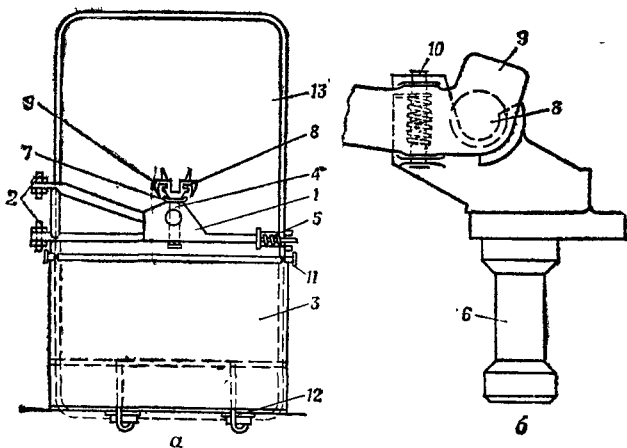

Рис. 100. Шкворневая установка для стрельбы через входную дверь:
3. Шкворневая установка для стрельбы через входную дверь (рис. 100) состоит из фермы, уз-